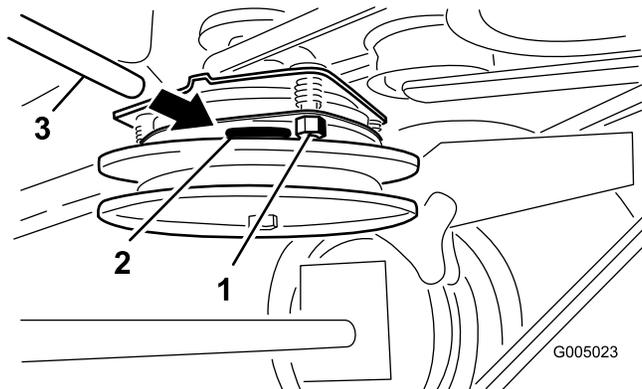

Bild 35
2. Ziehen Sie die Sicherungsmuttern an, bis die Fühlerlehre etwas fest sitzt, jedoch leicht bewegt werden kann (Bild 35).